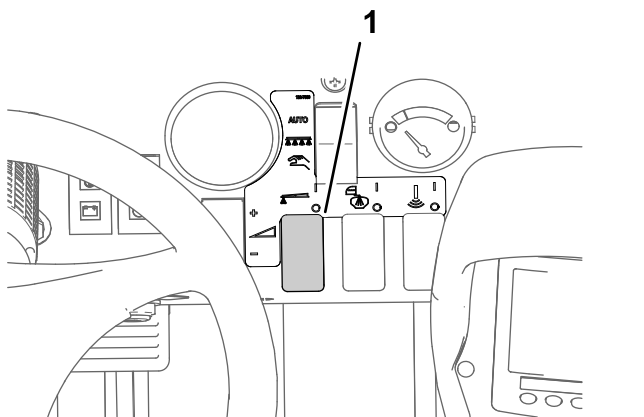

图 42
8. 使用喷洒率开关以获得随打药机提供的喷嘴选择指南里指定的喷洒压力图 42。